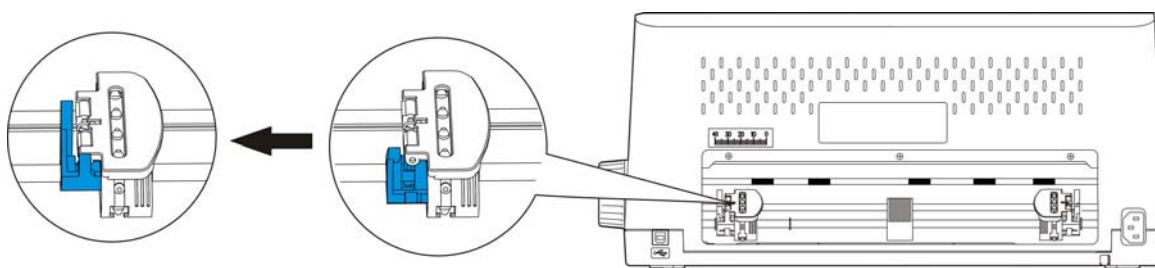

图 3-7 打开左边控制锁
2. 确保进纸选择杆设定为连续纸打印方式（如图 3-7 所示）。
3. 将左拖纸器移至左边适当位置。按下左拖纸器的锁定杆以锁定左拖纸器。再将右拖纸器移至适当位置，但不要锁定其位置（如图 3-7 所示）。